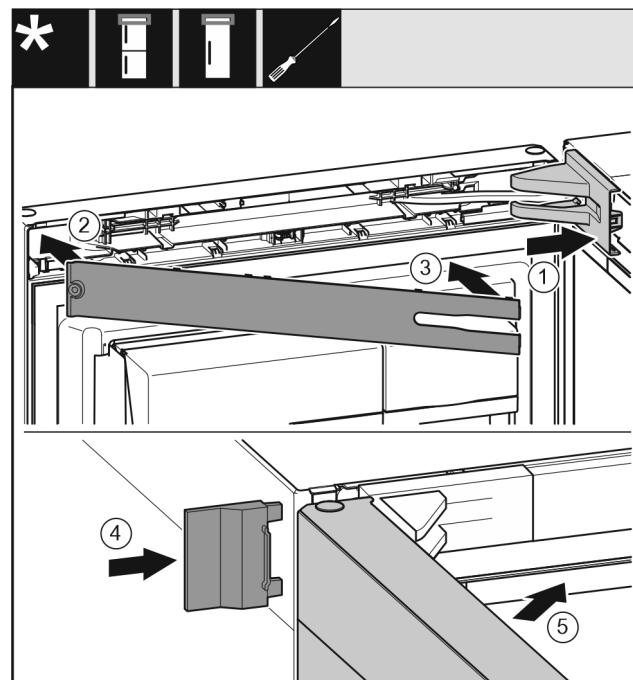

Fig. 24
- Lagerbockabdeckung Fig. 24 (1) aufsetzen und einrasten, ggf. vorsichtig auseinanderdrücken.
- Blende Fig. 24 (2) aufsetzen.
- Blende Fig. 24 (3) einschwenken und einrasten.
- Äußere Abdeckung Fig. 24 (4) aufschieben.
- Obere Tür Fig. 24 (5) schließen.